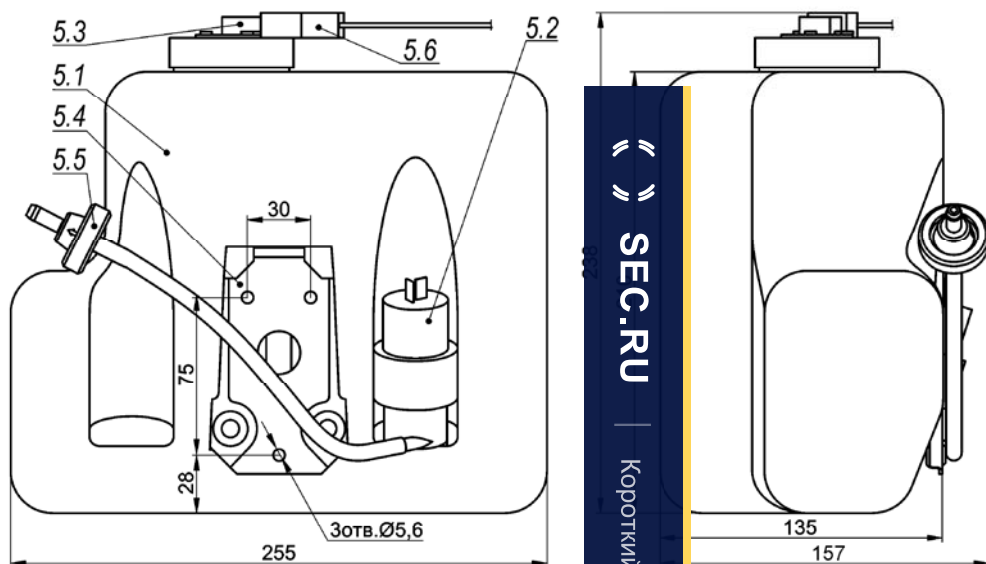

Рис.2 Состав и габаритные размеры блока омывателя
6. Габаритные размеры см. рис.2
4.1. Форсунка струйная (см. рис.2)